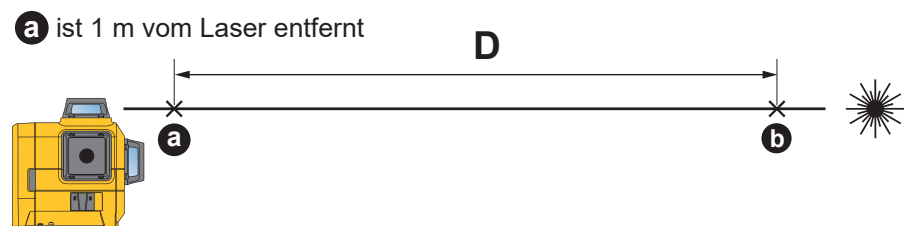

Abbildung 1
3. Sobald D basierend auf Abbildung 1 identifiziert ist, drehen Sie den Laser wie nachstehend gezeigt um 90 Grad horizontal.